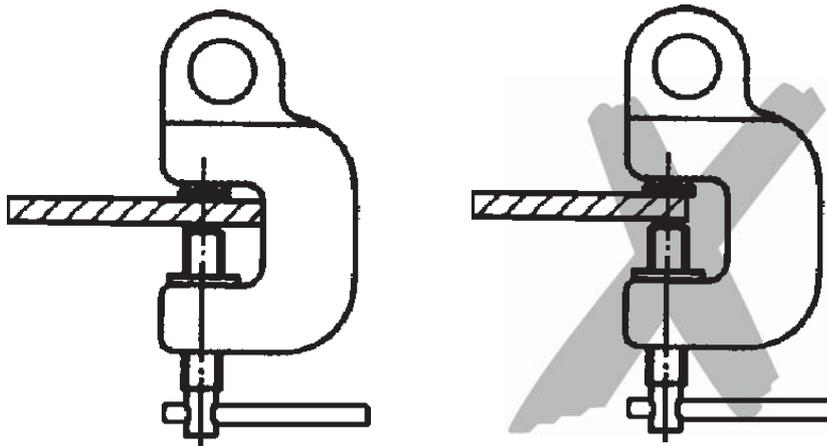

Fig. 3
- Das Hebegut muss immer bis zum Maulanschlag durchgeschoben werden (Fig. 3).